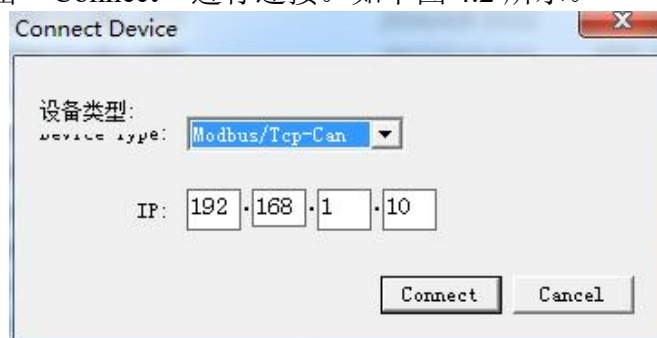

图 4.2 配置软件初始界面
2. 打开光盘中的“Gan205 EtherCanConfigv3”软件，输入 GCAN-205C 模块的 IP 地址，点击“Connect”进行连接。如下图 4.2 所示。